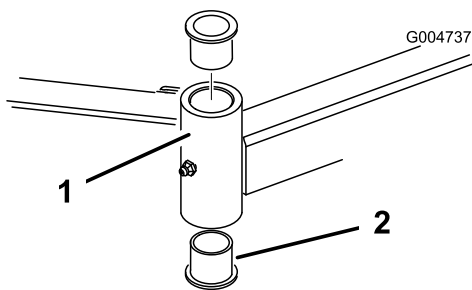

Bild 19
4. Stecken Sie einen Dorn oben oder unten in das Befestigungsrohr und treiben die Büchsen heraus (Bild 19). Treiben Sie dann die andere Büchse aus dem Rohr heraus. Reinigen Sie die Innenseite der Rohre.